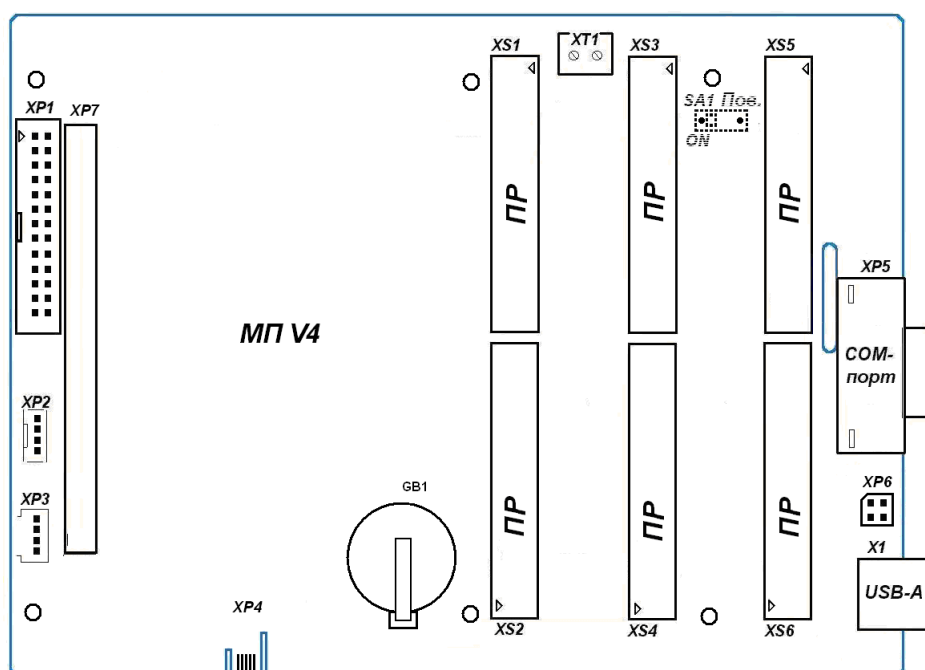

Рисунок 1.1
Ниже даны краткое описание и рекомендации по установке выпускаемых ООО «Интелприбор» в настоящее время плат расширения МКТС и функционально связанных с ними устройств. Расположение слотов на материнской плате системного блока СБ-04 приведено ниже (см. Рисунок 1.1).
- подключение МПД к выведенному на правую боковую стенку системного блока МКТС разъёму XP5 COM-порта МКТС (см. Рисунок 1.1);